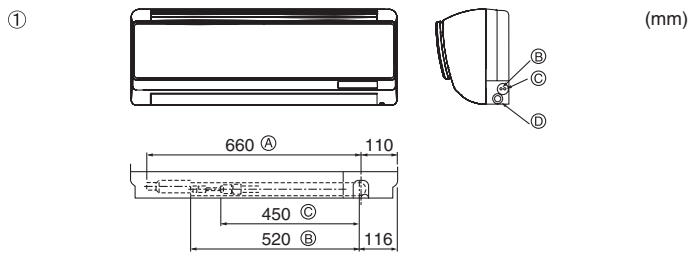

Fig. 4-2
- ① Position des tuyaux de réfrigérant et d'écoulement (Fig. 4-2)